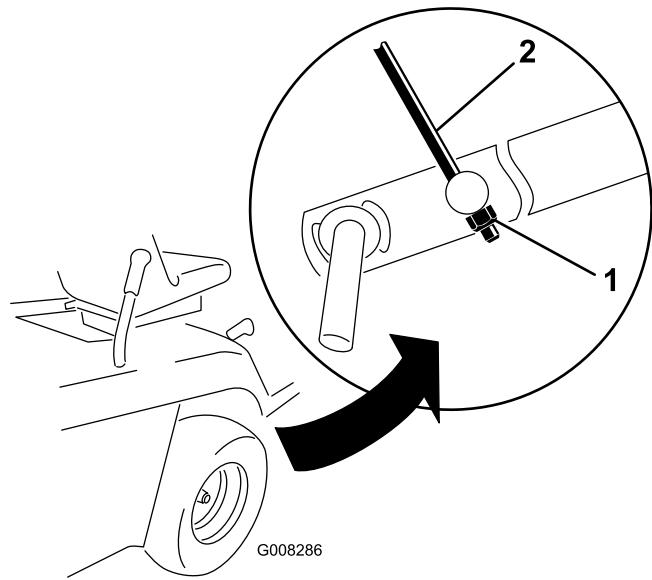

Figura 40
9. Ajuste la contratuercia M8, en el extremo de la varilla de ajuste de altura de corte, hasta que la varilla esté ligeramente tensada (Figura 40).